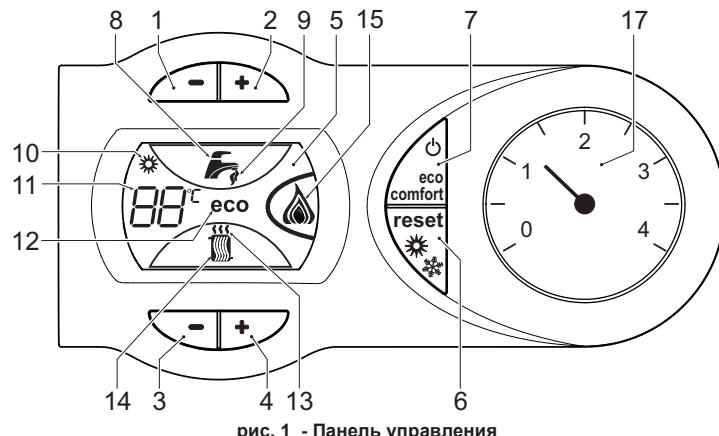
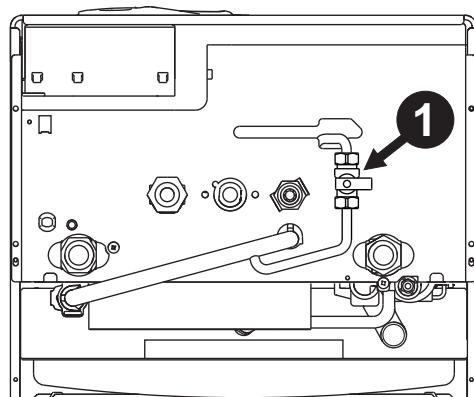

рис. 1 - Панель управления
рис. 6 - Кран заполнения котла
**Условные обозначения на панели управления рис. 1**
На дисплее (поз. 11 - рис. 1) высвечивается текущая температура воды, подаваемой в систему отопления, а во время ожидания отопления - символ "d2".
На дисплее (поз. 11 - рис. 1) высвечивается выходная температура воды в контуре ГВС, а во время ожидания выдачи воды ГВС - символ "d1".
О поступлении команды на переключение в режим (восстановление внутренней температуры котла) предупреждает мигание индикатора, расположенного под краном. На дисплее (поз. 11 - рис. 1) высвечивается температура воды в котле.
В случае неисправности (см. сар. 4.4) на дисплей выводится код неисправности (поз. 11 - рис. 1), а во время ожидания, обусловленного безопасностью, - надпись "d3".
Нажмите кнопку **вкл/выкл** (поз. 7 - рис. 1) в течение 5 секунд.
Когда котел выключается, электрическое питание все еще поступает на электронную плату. Не работают система ГВС и отопления. Остается активной система против оледенения. Чтобы снова включить котел, нажмите повторно на кнопку **вкл/выкл** (поз. 7 рис. 1) в течение 5 секунд.
Нажмите кнопку "Лето"/"Зима" (поз. 6 - рис. 1) на 2 секунды.
На дисплее высветится символ "Лето" (поз. 10 - рис. 1): При этом котел будет вырабатывать только воду для ГВС. Остается активной система антимерзания.
Для выключения режима "Лето" вновь нажмите кнопку "Лето"/"Зима" (поз. 6 - рис. 1) на 2 секунды
С помощью кнопок системы отопления (поз. 3 и 4 - рис. 1) температуру можно регулировать от минимальной 30°C до максимальной 80°C; не рекомендуется запускать котел в работу при температуре ниже 45°C.
С помощью кнопок системы ГВС (поз. 1 и 2 - рис. 1) температуру можно регулировать от минимальной 40°C до максимальной 55°C.
Данное устройство может быть отключено пользователем (режим ECO), нажав клавишу eco/comfort (поз. 7 - рис. 1). При работе в режиме ECO на дисплее высвечивается соответствующий символ (поз. 12 - рис. 1). Для включения режима "КОМФОРТ" снова нажмите кнопку "Экономичный"/"Комфорт" (поз. 7 - рис. 1).
Давление напора при заполнении холодного контура, считанное гидрометром котла (поз. 17 - рис. 1), должно составлять приблизительно 1,0 бар. Если во время работы давление воды в системе упадет до величины ниже минимально допустимой, котел будет остановлен и на дисплее высветится ошибка F37. С помощью крана для заливки воды (поз. 1 рис. 6) довести давление до первоначального значения. По окончании операции всегда закрывайте кран заливки воды.